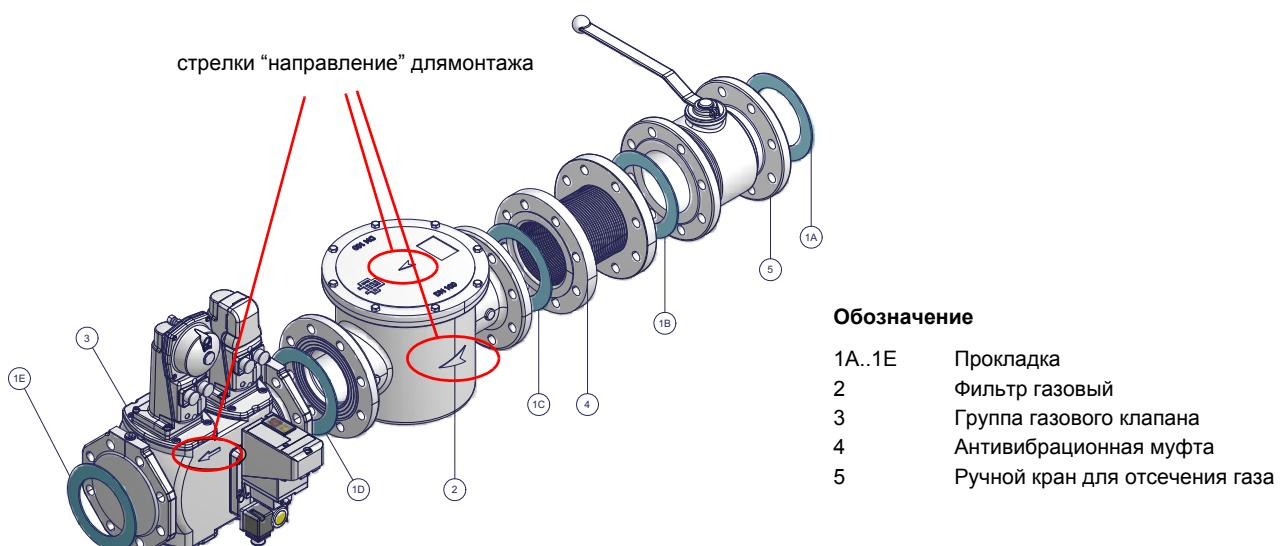

Рис. 2 - Пример газовой рампы
- 1- б) при фланцевых соединениях: между соседними компонентами устанавливать прокладку (1A..1E - Рис. 2), совместимую с используемым газом,
ВНИМАНИЕ: после монтажа газовой рампы согласно схеме на Рис. 2, необходимо провести тестирование на герметичность
ВНИМАНИЕ: после монтажа газовой рампы согласно схеме на Рис. 2, необходимо провести тестирование на герметичность газового контура, согласно требований действующих нормативов.